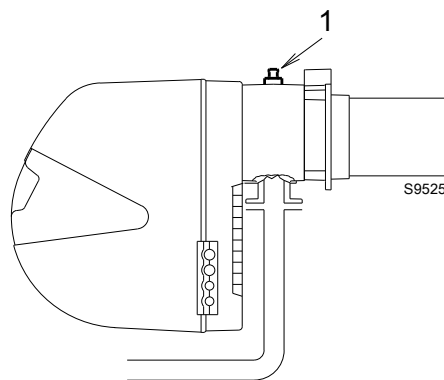

图 24
燃烧头处的压力降。在测试点 1) (图 24) 处测得的燃气压力，其中：
- 用在测试点 1) (图 24) 处测得的燃气压力减去炉膛压力。
测试点 1)(图 24) 的燃气压力 = 12.1 mbar
计算测试点 P1)(图 24) 处所需燃气压力，将燃烧器以最大出力运行：
- 读出右边栏 1 所示测试点 1)(图 24) 处压力。
测试点 1)(图 24) 所需的压力。